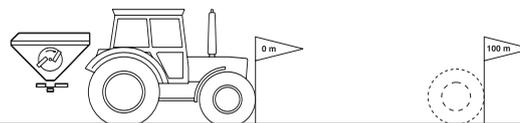

Fig. 11
1. No campo, medir um trajecto de medição de exactamente 100 m. Assinalar o ponto inicial e final do trajecto de medição (Fig. 11).